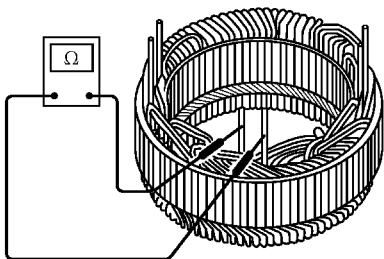

图 3-17 定子线圈电阻的检测
1) 如图 3-17 所示, 使用万用表欧姆档检测定子线圈的电阻时将万用表置于 $R \times 1$ 档, 分别测量三相定子线圈每两端之间的电阻值, 应均相等, 否则表明线圈内部有断路或短路故障。